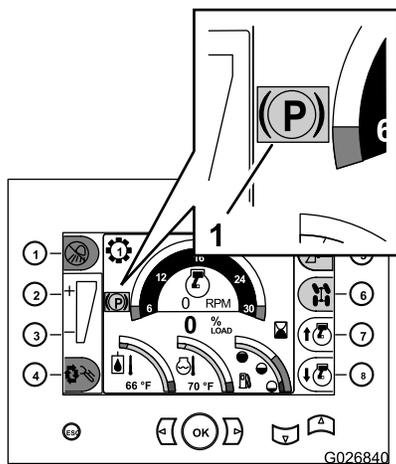

Figure 12
**Remarque:** Le témoin rouge du frein de stationnement s'affiche dans le centre de commande (Figure 12).
- Si vous coupez le moteur sans serrer le frein de stationnement, la machine le serre automatiquement et le témoin correspondant s'affiche dans le centre de commande (Figure 12).